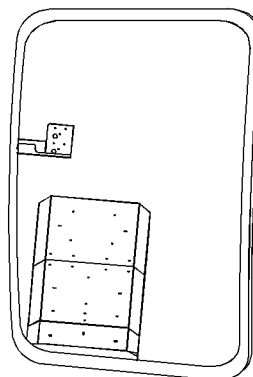

Ilustración 91
El soporte del espejo es ajustable. Gire la perilla del soporte del espejo hacia la izquierda para extender completamente el soporte del espejo retrovisor derecho. Gire la perilla hacia la derecha para sujetar el soporte. Ajuste el espejo retrovisor derecho (1) de manera que se pueda ver el lado derecho de la cabina. Ajuste el espejo retrovisor derecho (1) de manera que se puedan ver 100 mm (4 pulg) de la parte superior del neumático trasero. Consulte la ilustración 91. Ajuste también el espejo retrovisor derecho de manera que se pueda ver lo siguiente: